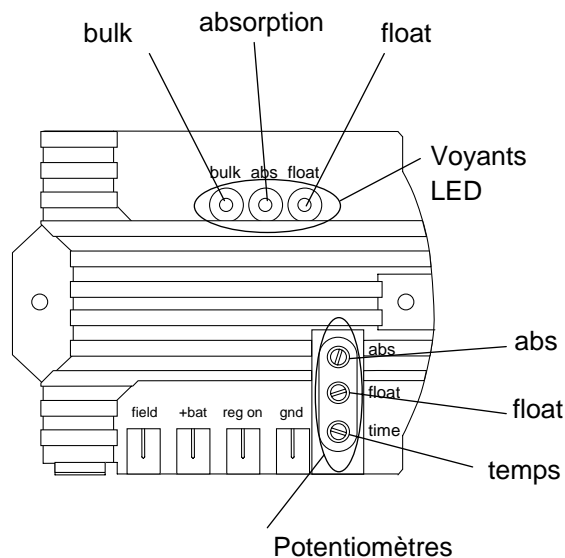

Figure 15 : Vue de face du régulateur Alpha Pro
- 4 Le voyant indicateur LED vert [bulk] situé sur le régulateur Alpha Pro (voir Figure 15) s'allumera, indiquant que le cycle de charge commence.
Le régulateur Alpha Pro est équipé de trois potentiomètres (voir Figure 15) permettant de régler le système de charge en fonction des exigences de l'installation électrique.